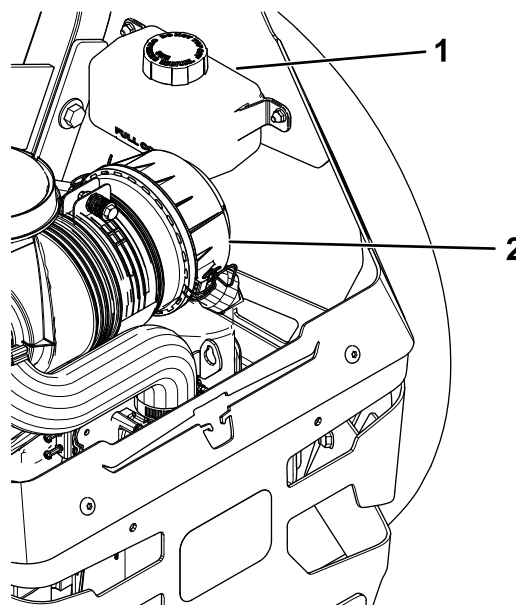

Figure 81
2. Vérifiez le niveau dans le vase d'expansion et faites l'appoint d'huile Toro® HYPR-OIL™ 500 au besoin pour faire monter le niveau jusqu'au repère maximum à froid (FULL COLD) (Figure 81).